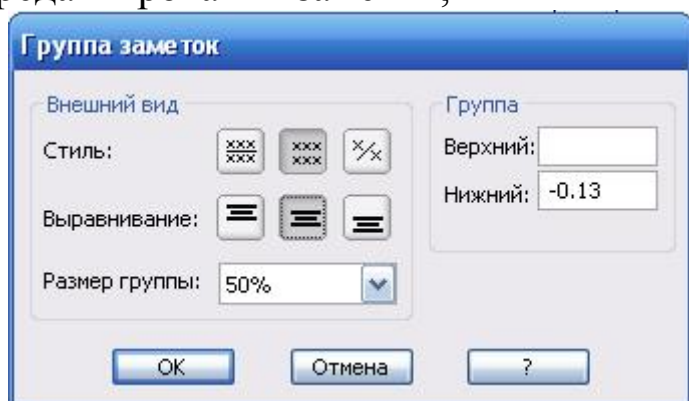

Рис. 20
- Поместите курсор между круглыми скобками и нажмите кнопку **Стек** панели инструментов «Форматирование». Откроется окно **Группа заметок**, позволяющее создавать заметки в виде дробей (рис. 20);